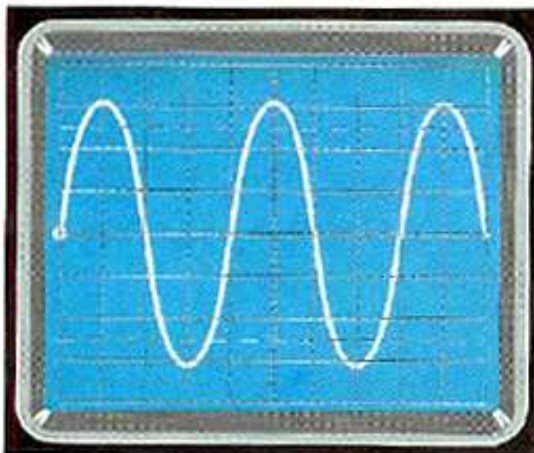
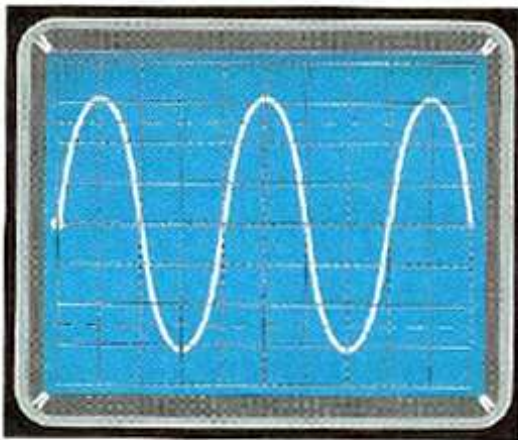
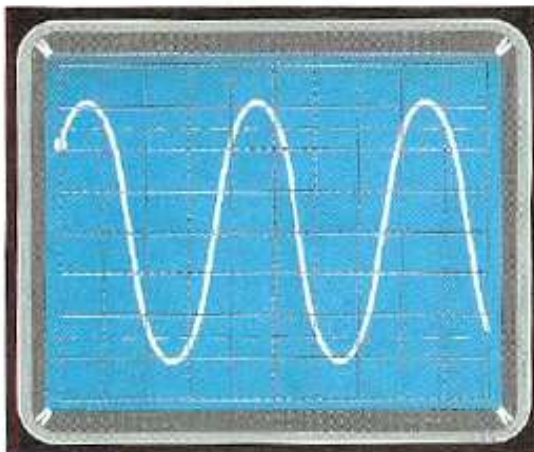

Fig.24
Fig 25
Fig.26
- **Auto**, che significa automatico, la posizione più largamente utilizzata, perché consente di bloccare sullo schermo in modo automatico la traccia del segnale che stiamo visualizzando. Se la traccia sullo schermo non rimane ferma significa che non è sincronizzata correttamente, quindi per bloccarla dovremo agire sulla manopola Level, come visibile in fig 24.
Questa manopola (vedi fig.24) è provvista di un indice che può spostarsi dalla sua posizione centrale verso sinistra (indicata con il segno -) oppure verso destra (indicata con il segno +). Per utilizzare questo comando occorre che il Trigger Mode sia posizionato sul Normal (vedi fig.25). Ruotando la manopola del Level si riesce a variare il punto di sincronizzazione sul segnale. Se la manopola è posizionata al centro, la sincronizzazione del segnale avverrà nel momento in cui questo passa per lo zero (vedi fig.25). Ruotando la manopola verso il segno + andremo a spostare il punto di sincronizzazione verso l'alto (vedi fig.26). Se invece la manopola viene ruotata verso il segno - andremo a spostare il punto di sincronizzazione verso il basso (vedi fig.27).
Questa manopola viene utilizzata per fermare l'immagine sullo schermo quando il segnale da analizzare è particolarmente complesso. Normalmente viene tenuta sulla posizione indicata con la dicitura min, che significa minimo (vedi fig.31). Quando non è possibile bloccare l'immagine del segnale tramite il pulsante Auto e la manopola di Level (vedi fig.24), si ricorre al comando Hold-off. In questo caso si parte dalla posizione min e si inizia a ruotare progressivamente la manopola dell'Hold off fino a quando non si riesce ad ottenere l'immagine del segnale bloccata sullo schermo.